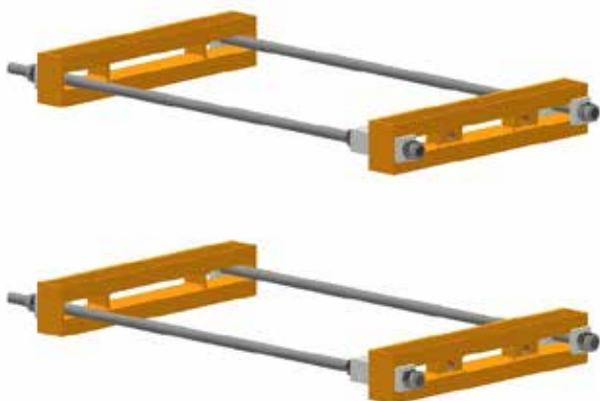

Abb.16
2. Sicherstellen, dass keine offensichtlichen Defekte der Stütz-/Befestigungsstrukturen vorliegen (Abb. 16).